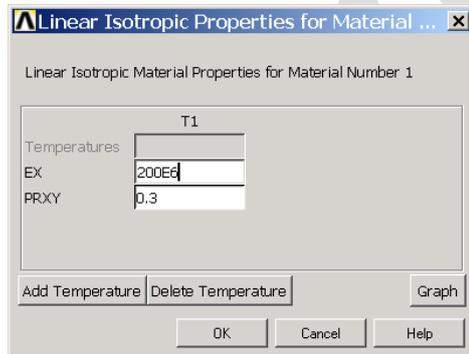

图2.42 设置线弹性材料相关属性
(2) 依次打开右边列表框中的【Structural】|【Linear】|【Elastic】|【Isotropic】菜单，表示将材料属性设置为各向同性的线弹性材料，最后双击【Isotropic】菜单。
(3) 接着弹出如图 2.42 所示的【Linear Isotropic Properties for Material Number 1】对话框，在【EX】文本框中输入【200E6】，表示将材料的弹性模量设为 200E6；在【PRXY】文本框中输入【0.3】，表示将材料的泊松比设置为 0.3，然后单击【OK】按钮确认。
(4) 再次回到定义材料特性对话框，单击 **X** 按钮关闭即可。